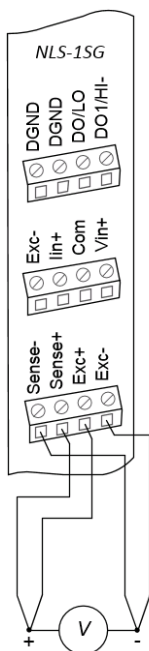
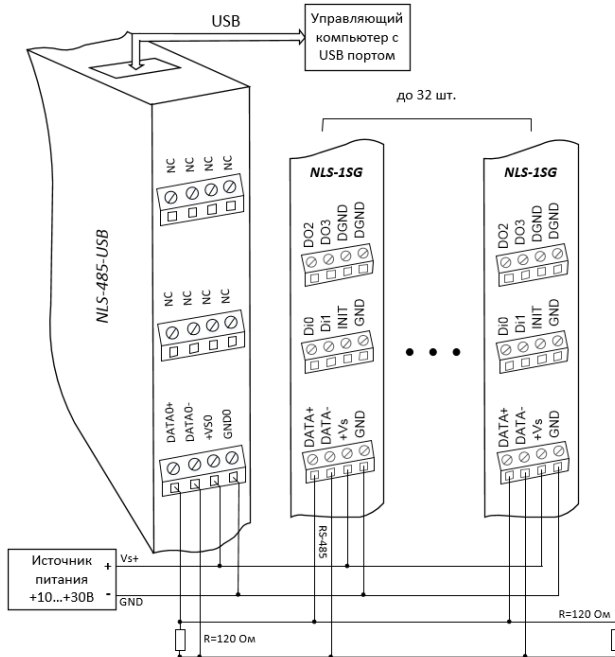

Рис. 4.1. Соединение приборов для юстировки источника напряжения возбуждения
Рис. 5.5. Подключение RS-485 к порту USB компьютера
3. Соедините выводы Sense и Exc согласно схеме на рис. 4.1.
4. Подсоедините образцовый вольтметр к выходу источника напряжения возбуждения юстируемого модуля Exc согласно схеме на рис. 4.1. Для коммутации рекомендуется использовать провода минимальной длины. Источник напряжения, предназначенный для питания модуля, не влияет на результат юстировки.
Подключите клеммы порта RS-485 модуля через преобразователь интерфейса к порту USB компьютера (рис. 5.5). Подключите нагрузку или вольтметр к входным зажимам модуля (см. рис. 4.1).
Управляющий компьютер, имеющий порт RS-485, подключается к сети непосредственно. Компьютер с портом RS-232 подключается через преобразователь интерфейса RS-232 в RS-485, (например, NL-232C) (рис. 5.5).
Чтобы избежать отражений на концах линии, к ним подключают согласующие резисторы (рис. 5.5). Сопротивление резисторов должно быть равно волновому сопротивлению линии передачи сигнала. Если на конце линии сосредоточено много приемников сигнала, то при выборе сопротивления согласующего резистора надо учитывать, что входные сопротивления приемников оказываются соединенными параллельно между собой и параллельно согласующему резистору. В этом случае суммарное сопротивление приемников сигнала и согласующего резистора должно быть равно волновому сопротивлению линии. Поэтому на рис. 5.5 сопротивление R равно
Наилучшей топологией сети является длинная линия, к которой в разных местах подключены адресуемые устройства (рис. 5.5). Структура сети в виде звезды не рекомендуется в связи со множественностью отражений сигналов и проблемами ее согласования.